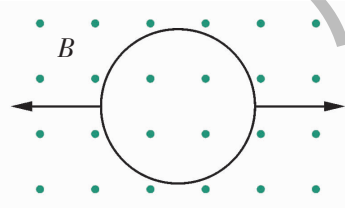

图 1-4-9
6. 匀强磁场垂直于纸面向外, 磁感应强度  $B=2 \times 10^{-2} \text{ T}$ . 一个直径为  $20 \text{ cm}$ 、电阻为  $0.1 \Omega$  的圆线圈放在磁场中, 线圈平面垂直磁场方向. 在线圈某一直径两端用力拉线圈, 如图 1-4-9 所示, 在  $0.5 \text{ s}$  内使线圈面积变为零. 问: 在这个过程中, 线圈内感应电流的方向如何? 平均感应电流有多大?